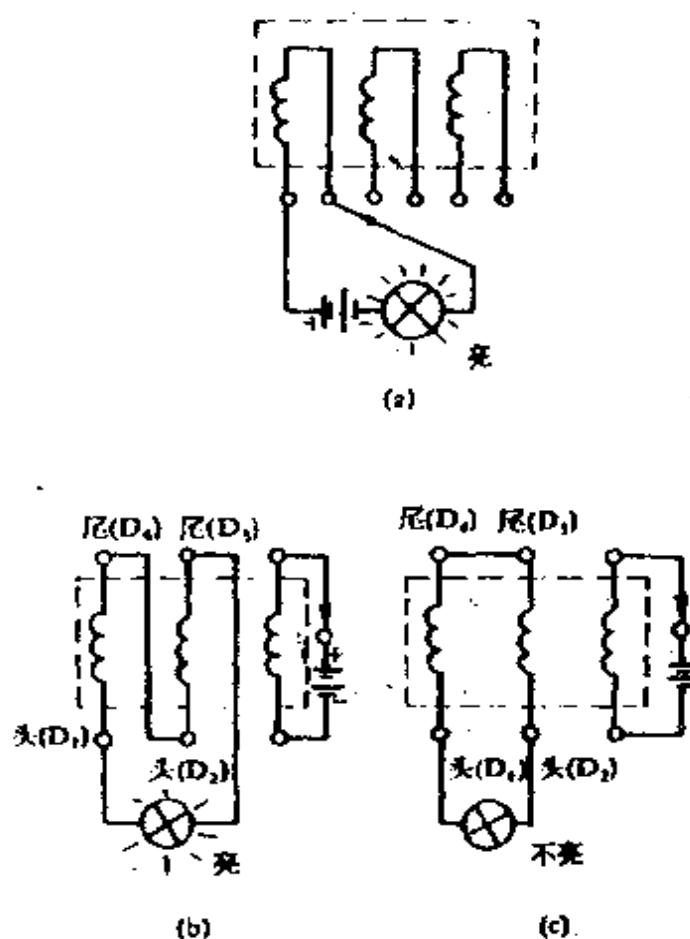

图 91
当三相电动机的三相定子绕组引出线的标记遗失或首末端不明时，可采用小灯泡和电池判别，其方法如图91所示。判
别步骤如下（1）先判断同一相绕组的两线端。用两节干电池和一小灯泡（电珠）串联，一头接于定子绕组引出的任意一根线端上，然后将另一头分别与其它五根线端接触。如果接触到某一根引出线端灯泡亮了，则表明与电池和灯泡相连的两根线端是属于同一相的，如图 91（a）所示。依法再一一找出另外两相绕组的两根同相线端，并做好标记。
间感应电动势是相加的，所以使灯泡发亮，表明两相绕组是头尾串联，即与灯泡相连的两根线端，一根是第一相的首端 D_1 ，另一根线端是第二相的末端 D_5 ，如图 91 (b) 所示。如果灯泡不亮，则说明两相串联绕组所产生的瞬间感应电动势是相减的（大小相等、方向相反），使总感应电动势等于零，所以灯泡不发亮。这表明与灯泡相连的两根线端都分别是两相绕组的首端 D_1 和 D_2 （或者认为都是末端 D_4 和 D_5 也可以），并做好首末端的标记，如图 91 (c) 所示。
上述方法中，要注意灯泡的额定电压与电池电压要配合得当，否则会因电流太小，使灯泡该亮而不亮造成判断错误。所以，应把两相串联绕组的线端对调一下，再测试一次，若两次灯泡都不亮，说明感应电流太小，应增加电池节数（即增大电压）或换一只额定电压更小的灯泡。利用这一方法的原理，也可用 220 伏的交流电源和白炽灯泡来代替电池和小电珠。但是为了防止过高的感应电势烧坏灯泡和绕组，应将灯泡与电源对调串入绕组中，即原单相绕组串联电池处接入白炽灯泡，原两相绕组串联电珠处换接入交流电源，判别方法一样。但要特别注意操作安全，图 91 (a) 换用交流电 220 伏时，接通绕组线圈的时间要尽量短，以免线圈过热。
(1) 用万用表电阻档代替图 91 (a) 中的电池和小电珠，